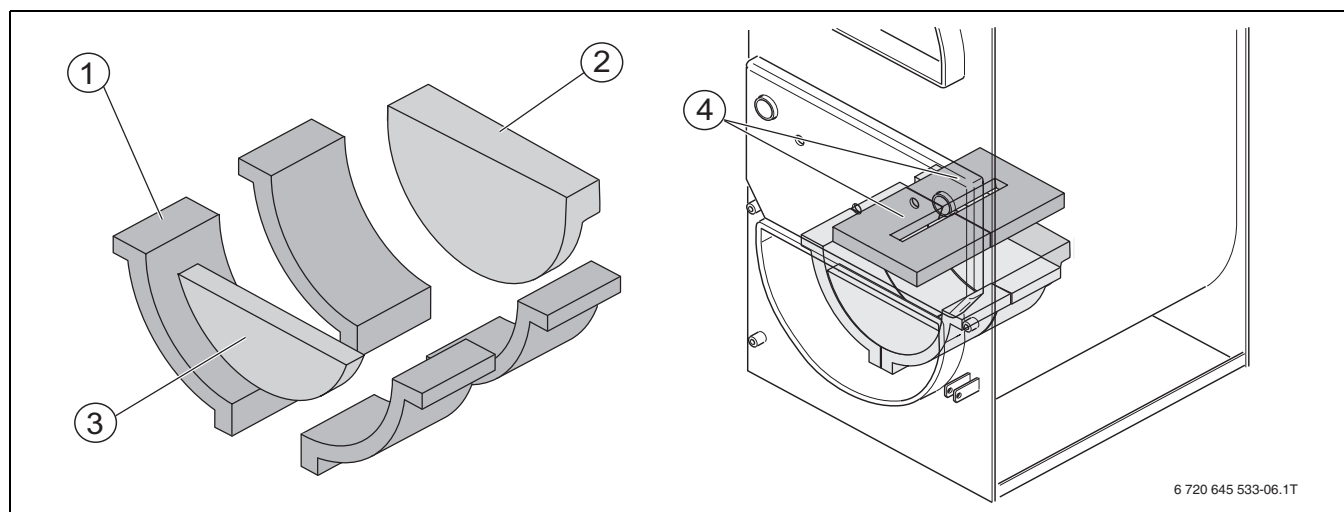

Bild 33 Lage der Schamottsteine im Feuerraum
- Schamottsteine wieder an ihren Platz legen (→ Bild 33 [1-4], Seite 27).
- Sicherstellen, dass der Austausch des Düsensteins (→ Bild 33, [4], Seite 27) nur durch fachkundiges Personal erfolgt.